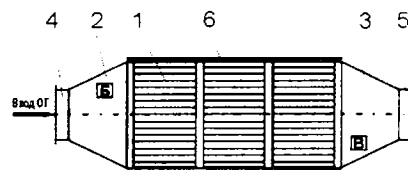

Рис. 3-16. Схема нейтрализатора
Нейтрализатор (рис. 3-16) предназначен для снижения содержания токсичных веществ в ОГ. Нейтрализатор состоит из реактора 1, защитного экрана 6 и конусов 2 (3) с входным 4 и выходным 5 патрубками. При работе нейтрализатора ОГ через впускной патрубок поступают к реактору. В продольных каналах каталитических блоков реактора, происходит процесс дожигания продуктов неполного сгорания топлива. Активными компонентами катализатора являются металлы платиновой группы. Катализатор, применяемый в нейтрализаторе обеспечивает эффективность очистки по CO и CH не менее 85% при температуре 250°C.